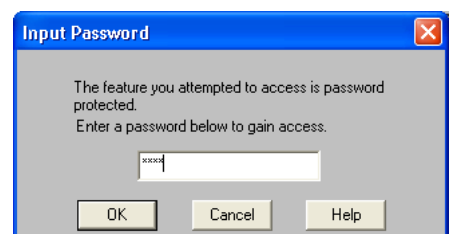

ABBILDUNG 9-3: Dialogfeld "Input Password" (Kennwort eingeben)
2. Das Dialogfeld "Input Password" (Kennwort eingeben) wird eingeblendet (siehe Abb. 9-3).